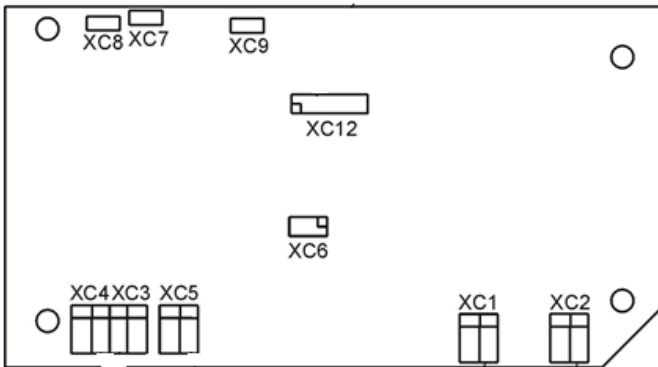

Рис.5 Соединительные клеммы
Жилы кабеля телефонной линии подключаются на клеммы, показанные на рис.5 (XC1). Для подключения линии необходимо использовать кабель с внешним диаметром 5,5 - 10 мм. Кабель продевается в уплотнительное кольцо кабельного ввода телефонного аппарата.
2. При монтаже кабельного ввода проденьте через него кабель и заведите жилы кабеля на разъемы (XC2) (рис.5). Для подключения внешнего вызывного устройства необходимо использовать кабель с внешним диаметром 5,5 - 10 мм.
6. Подключите жилы шнура дополнительного микрофона на разъемы XC5 (рис.5).